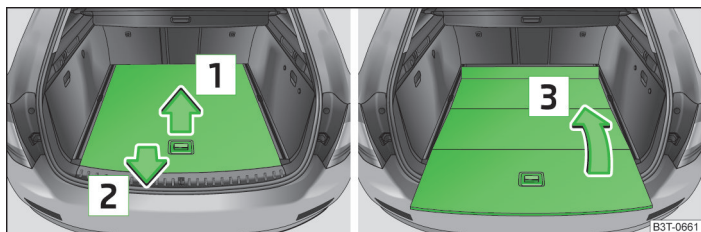
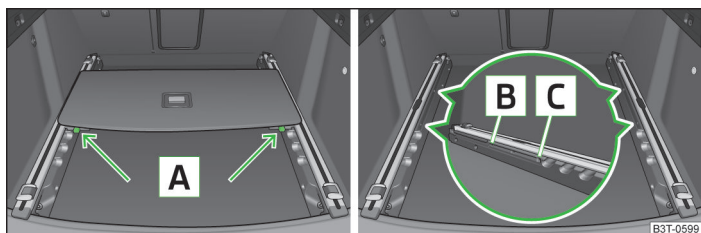

Fig. 99 Coffre à bagages : rabattre le plancher de chargement variable
Fig. 100 Coffre à bagages : dépose du plancher de chargement variable
- Attrapez la partie arrière du plancher de chargement variable par la poignée, soulevez-le légèrement dans le sens de la flèche **1** » fig. 99 et faites-le sortir en le tirant jusqu'au dessus du pare-chocs dans le sens de la flèche **2** jusqu'à ce qu'il s'enclenche dans l'ouverture **C** » fig. 100.
- Repliez le plancher de chargement en le déplaçant dans le sens de la flèche **3** » fig. 99.
- Appuyez sur les touches de verrouillage **A** » fig. 100 et sortez le plancher.
- Poussez le plancher vers l'avant jusqu'à ce qu'il s'enclenche dans les ouvertures **B** des glissières de support » fig. 100.